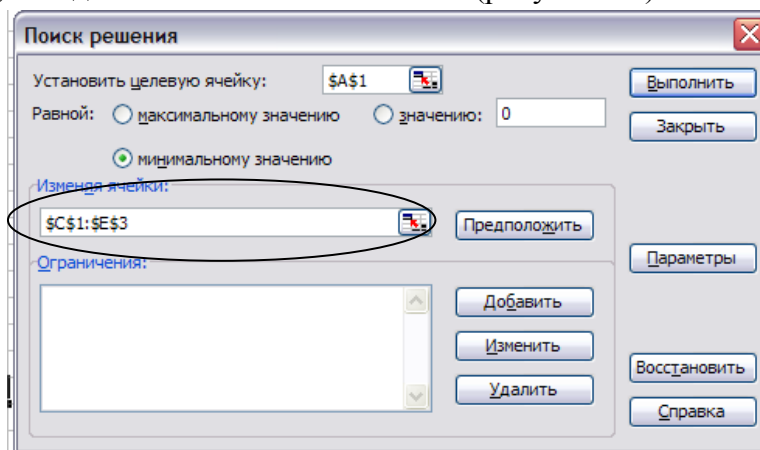

Рисунок 3.5 – Поле ввода ячеек, обозначающих искомые переменные
6. В поле ввода "Изменяя ячейки" нужно указать ссылки на ячейки, содержащие искомые переменные, т.е. диапазон ячеек \$C\$1 : \$E\$3 (рисунок 3.5).